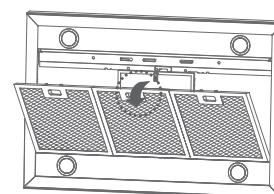

Fig.15
2. Para instalar el nuevo filtro de carbón retire las rejillas metálicas (fig. 15)